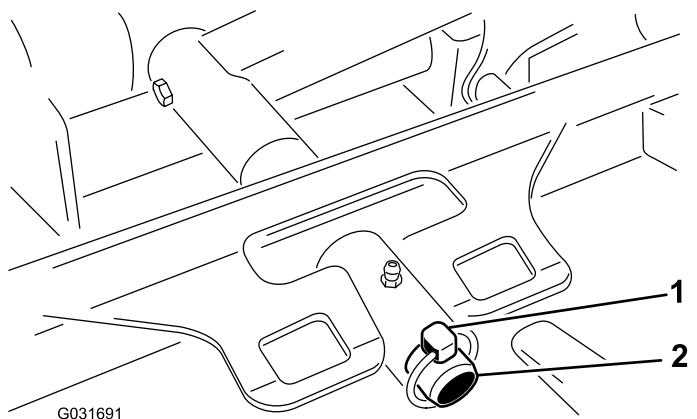

Figure 97
3. Retirez la goupille à anneau qui fixe le bâti porteur du plateau de coupe à l'axe de pivot du bras de levage (Figure 97).
3. Poussez le bâti porteur du plateau de coupe sur la tige de pivot et fixez-le avec la goupille à anneau (Figure 97).